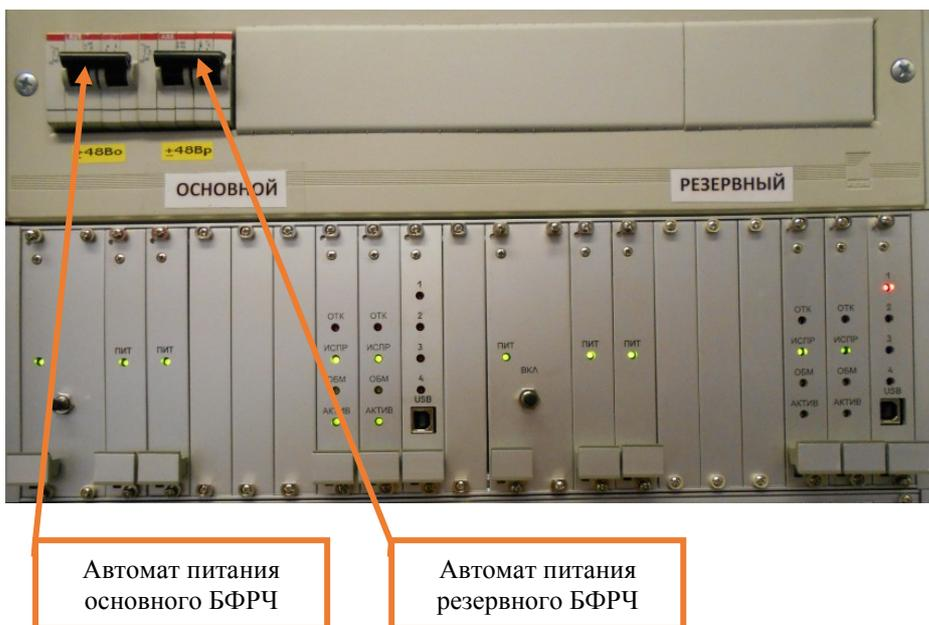

Рисунок 22. Отключение автомата питания.
7.9.3 Отключить автомат, осуществляющий подачу питания на один из полуккомплектов блока формирования рельсовых частот (БФРЧ), в который входит заменяемая плата ПАУК (Рисунок 22).
7.9.7 Включить автомат, осуществляющий подачу питания на один из полукомплектов блока формирования рельсовых частот (БФРЧ), в котором была заменена плата ПАУК (Рисунок 22).